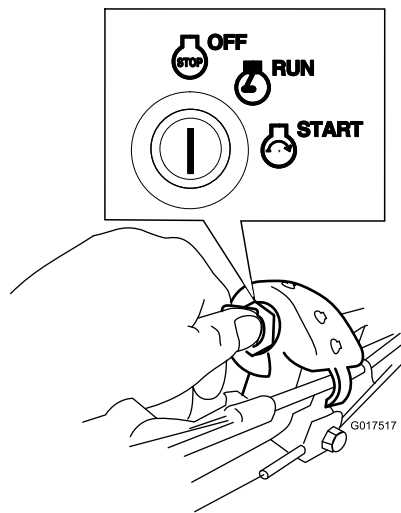

Figura 20
- Gire la llave a la posición de Desconectado (Figura 20).